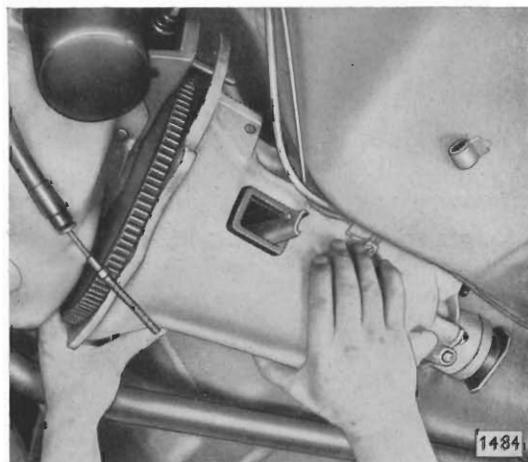

Bild 8 - Getriebe herausnehmen
13. Getriebe nach hinten herausnehmen (Bild 8), hierzu Motor so weit wie möglich nach rechts drücken.